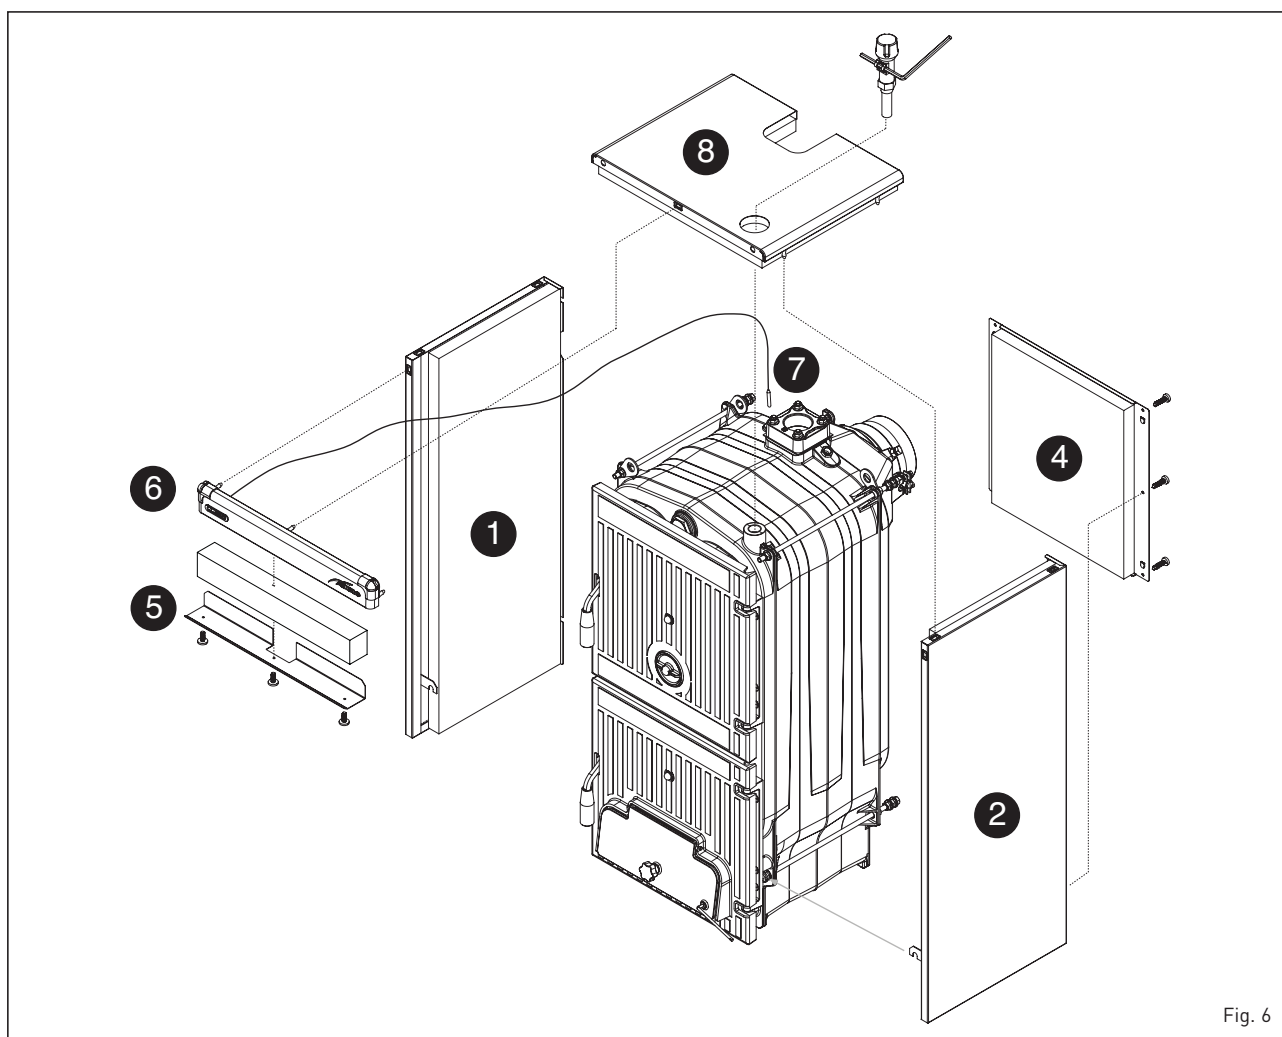

Fig. 6
- Fixați pârghia M6 (3) pe clapeta de aer și așezați-o în poziție orizontală spre dreapta. Pe extremitatea pârghiei se află un orificiu în care trebuie introdus lantul regulatorului termostatic.
4.5 MONTAREA MANTALEI (fig. 6)